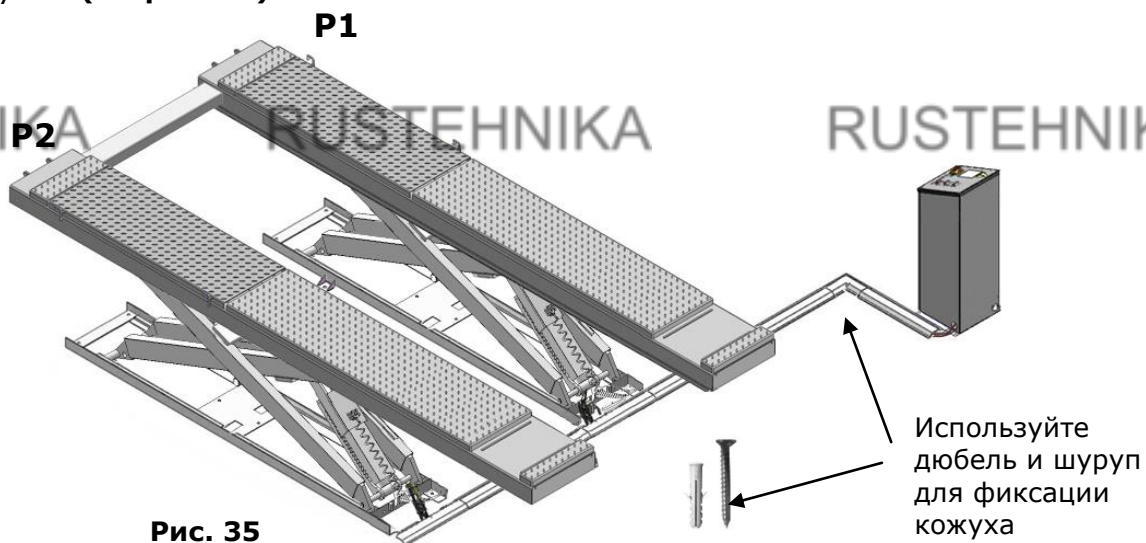

Рис. 35
1. Зафиксируйте гидравлические и пневматические шланги, накройте их кожухом (См рис. 35).